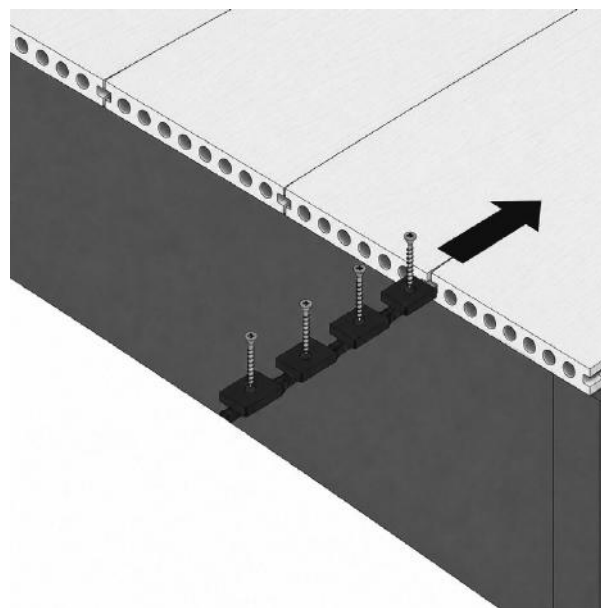

FIG. 9 – CLIPS INVISIBLES DE 6 MM GLISSÉS
- Une fois les 2 lames en place et avec un jeu d'au moins 6 mm entre elles, faites glisser le nombre requis de clips invisibles de 6 mm (fig. 9)